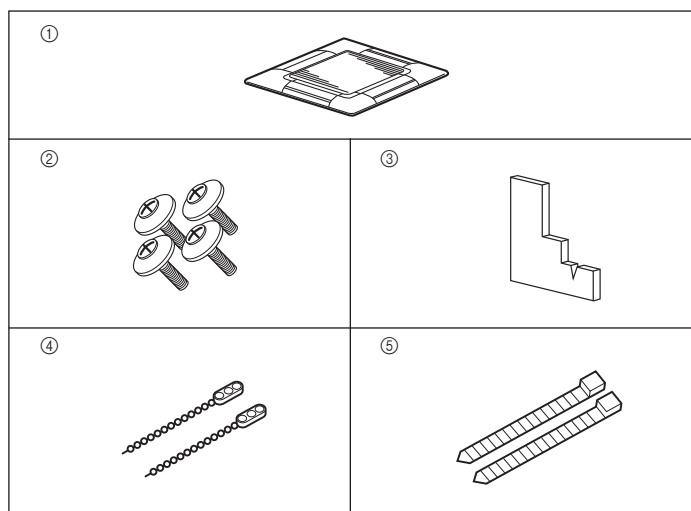

Fig. 8-1
8.1. Kontrollera grilltillbehören (Fig. 8-1)